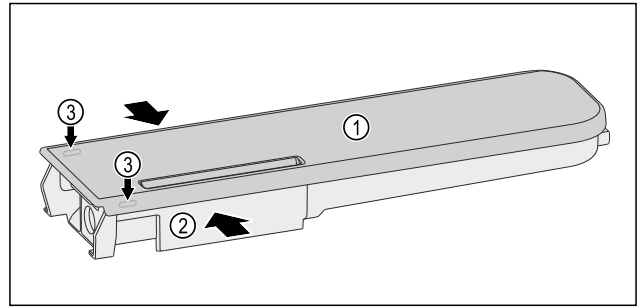

Fig. 125
- Wasserbehälter Fig. 125 (2) zusammendrücken und Deckel Fig. 125 (1) vorsichtig über die Rastnasen Fig. 125 (3) hebeln und hochziehen.
- Deckel Fig. 125 (1) leicht hin- und herbewegen und nach oben entnehmen.